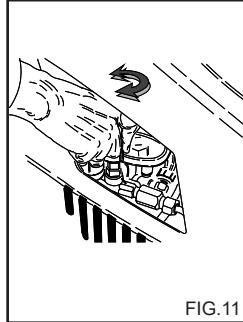

FIG. 11
Tässä kappaleessa käsitellään vain niitä malleja, jotka on varustettu "paineensäädin" laitteella. Paineensäätimellä, fig. 11, käyttäjä voi säätää työpaineita. Kun nuppi C on käännetty vastapäivään (B) (minimi), toimintapaine vähenee.